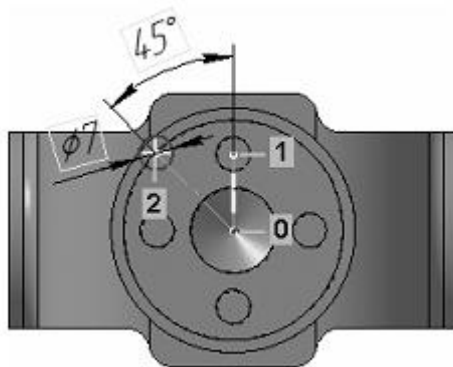

Рисунок 52.
9. Измените стиль отрезков (см. раздел Изменение стиля геометрических объектов на с. 39) с Основная на Осевая (рис. 52)